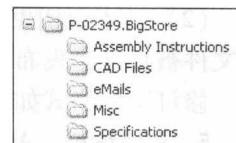

图 1-1 文件夹结构
2. 项目文件夹 ACME 公司想用如图 1-1 所示的文件夹结构来管理文件，每个项目采用同样的方式组织文件。主项目文件夹包含项目编号和客户名称，在每个项目包含的子文件夹中放入项目相关的文件。